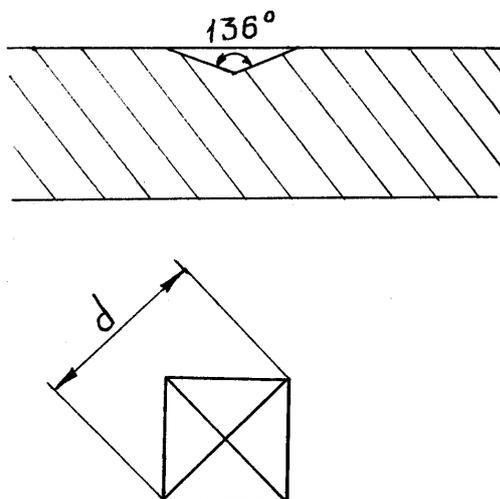

Рисунок 6. Схематическое изображение отпечатка по Виккерсу.
8. Произвести измерение диагоналей отпечатка (рис.6.) в 2-х взаимноперпендикулярных направлениях. Микрометрическим винтом 4 нулевой штрих шкалы подводится к левому краю отпечатка, отсчетным барабаном 6 сплошная риска подводится к правому краю отпечатка.